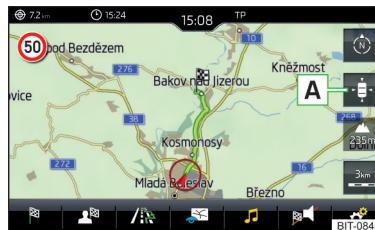

Fig. 227
► Para el **centrado del mapa**, pulsar la superficie funcional **A** » fig. 227.